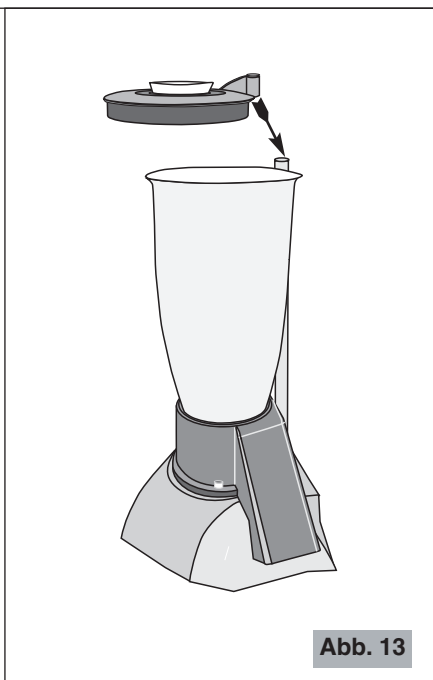

Abb. 13
- 4** Den Deckel einfügen, indem man den Magnetsensor mit dem Ende der Stahlstange in Übereinstimmung bringt (Abb. 13).